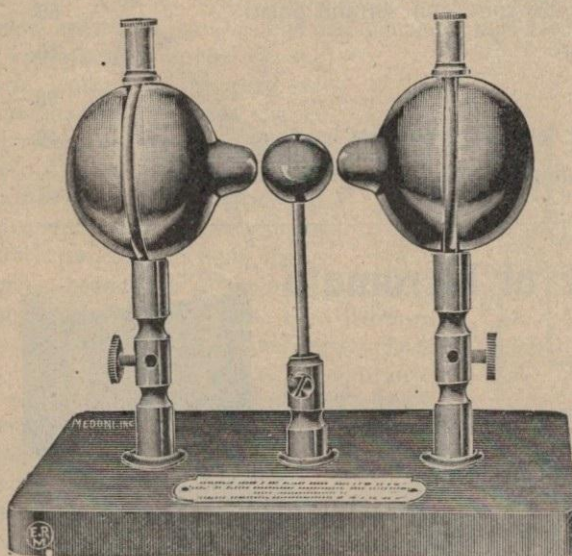

Fig. 379
Oscillatore completo (fig. 379) per produrre le onde elettriche mediante scarica delle bobine Ruhmkorff o delle macchine elettrostatiche. Composto di due grandi sfere vuote di 44×46 mm. di diam., con prominente, montate su due supporti a serrafilo e di una sfera piena centrale regolabile. Serrafili superiori alle sfere per ricevere i fili che partono dalla bobina; vite al supporto mezzano per regolare l'altezza della sfera intermedia secondo la potenza della bobina impiegata. Il tutto montato su elegante basetta. Altezza totale 100 millimetri.
NB. — Sfera centrale piena di 15 mm. di diametro per oscillatore fig. 379. Prezzo (L) L. 0.35